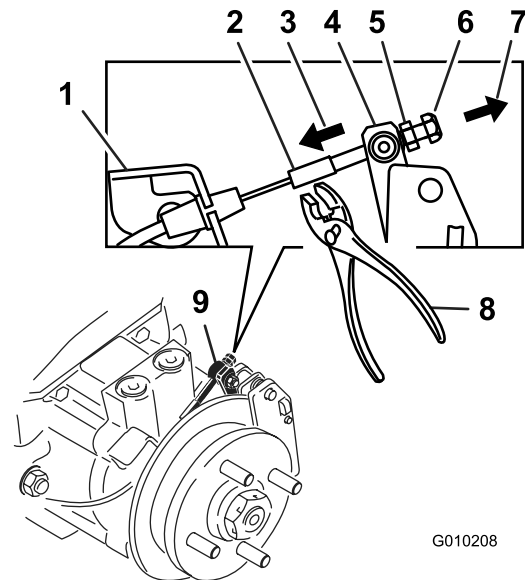

Bild 69
9. Drücken Sie den Bremsbacken-Hebelarm nur mit den Händen und Fingern, damit die Bremsbeläge den Rotor berühren, bis der Hebel stoppt (Bild 69).
10. Halten Sie den Hebel in der Stopp-Stellung und ziehen Sie gleichzeitig das Kabelgewinde mit der anderen Hand oder den Fingern straff durch den Drehzapfen. Drehen Sie die Standardmutter gegen den Drehzapfen (Bild 69).